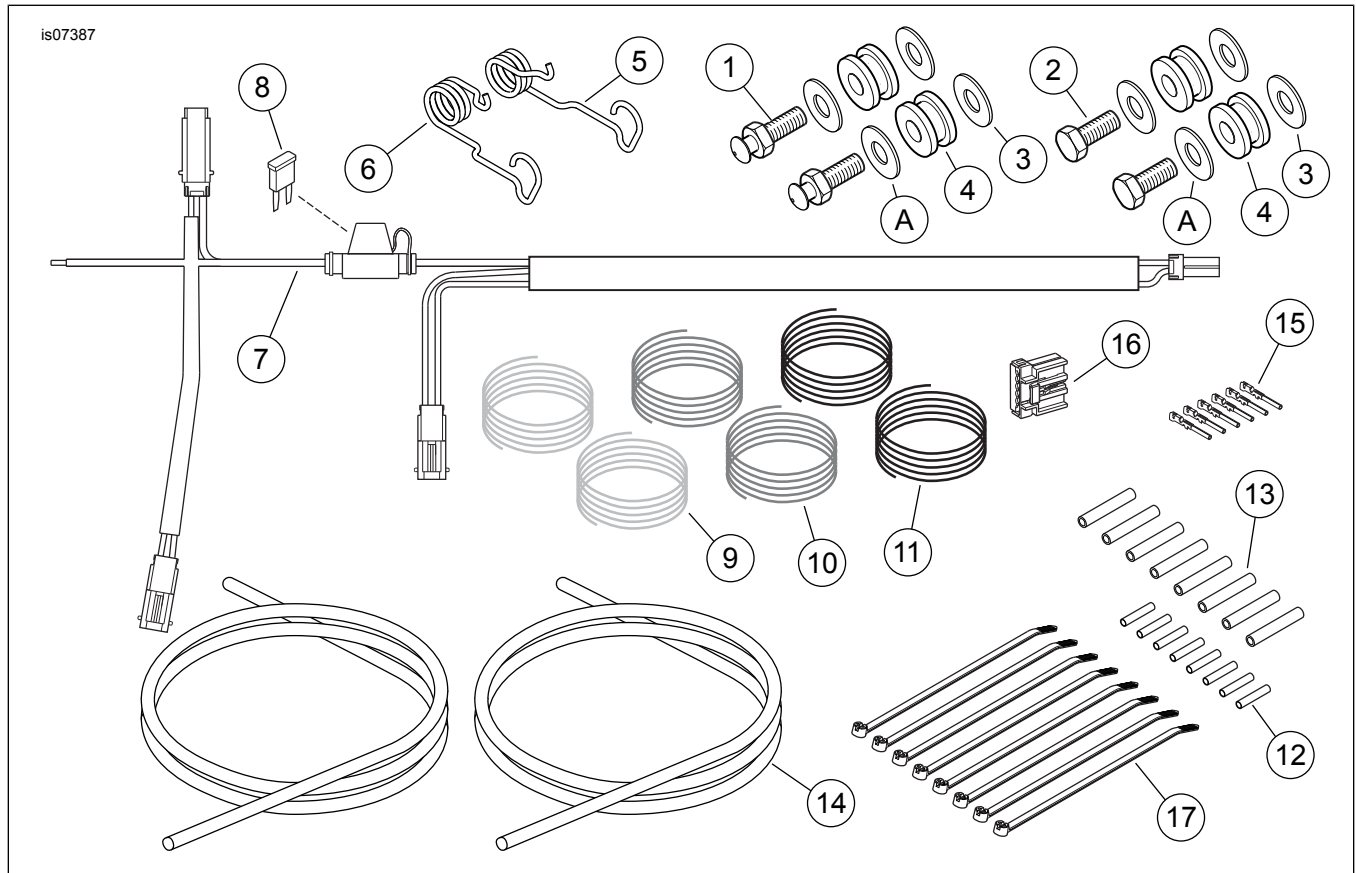

Abbildung 4. Ersatzteile, FLSTF Zusatzleuchtenbefestigungs- und Blinkerumbau-Teilesatz
Siehe Abbildung 4 und Tabelle 1.
3. Siehe Abbildung 4. Einen Halbrundkopf-Befestigungsstift (1), eine Sechskantschraube (2), zwei Unterlegscheiben (3) und zwei Buchsen (4) aus **diesem** Satz, zwei verchromte Unterlegscheiben (A) aus dem FLD-Zusatzleuchten-Befestigungssatz und die früher zusammengebaute Zusatzleuchte und Befestigungsleiste für die richtige Seite bereitlegen.
12. Siehe Abbildung 4. Sechs Kabel (9, 10, 11), sechs Kabelsteckverbinder (12) und sechs Stück Schrumpfschlauch (13) aus dem Satz bereitlegen. Die Enden eines jeden Kabels gemäß den Anweisungen im Anhang des Werkstatthandbuchs abschneiden und abisolieren. Je ein Stück Schrumpfschlauch auf die Enden der sechs Kabel schieben.